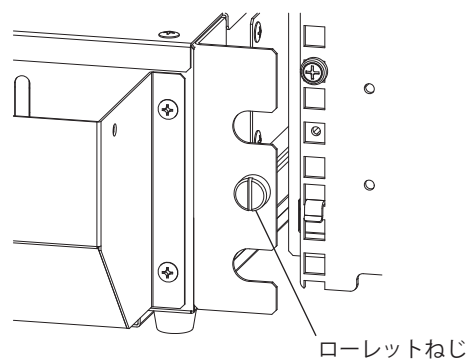

図 6
3. 本体のドロアメンバをスライドレールに左右同時に挿入してください。途中でロックが掛かりますので、ドロアメンバのスプリングを左右同時に押しながら挿入してください。(図 6)